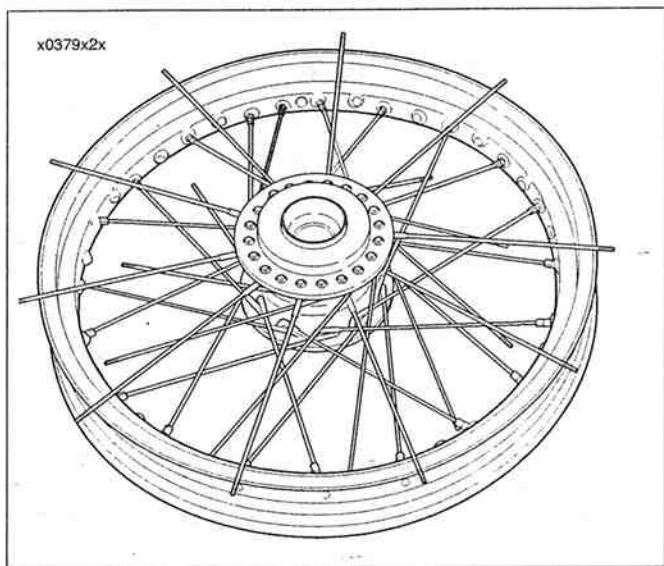

Figura 2-39. Rayo inicial – interior del reborde superior
- a. Vea la Figura 2-39. Compruebe que el rayo llegue hasta el racor y fíjelo a mano. Siga el mismo patrón para terminar la instalación de los rayos interiores (cabeza larga) del reborde superior.